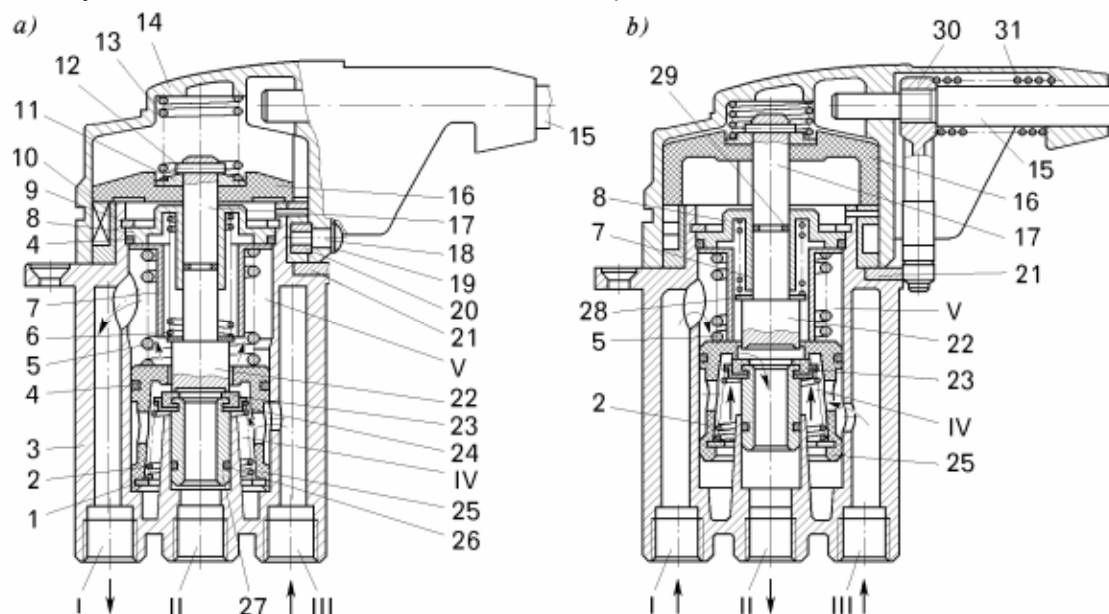

Рисунок 10.9 – Кран управления пневматической стояночной тормозной системой:
- отвернуть винты крепления крышки 14 (рисунок 10.9) к корпусу 3 и снять крышку 14 с рукояткой 15 и пружину 13;